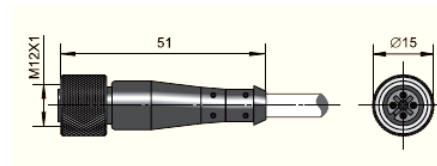

Рисунок 1. Габаритные размеры разъема прямого исполнения
- 3.4 Внешний вид разъемов и габаритные размеры приведены на рис. 1.